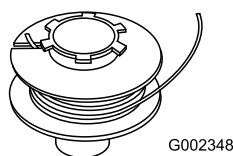

Figura 14
2. Agganciate un'estremità del cavo **completamente** nella fessura della bobina (Figura 14), lasciando sporgere non più di 3 mm.